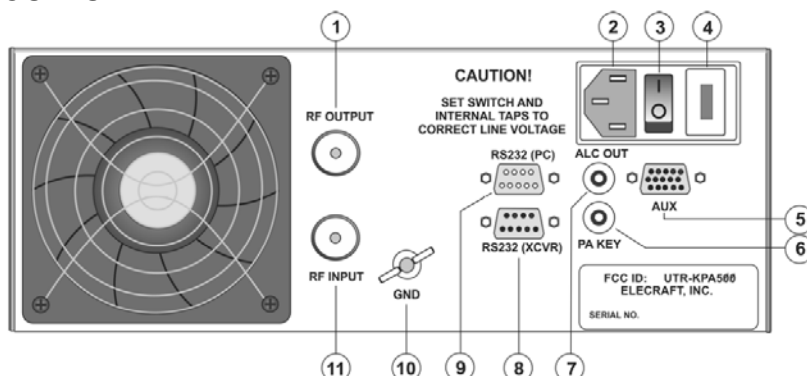

Рисунок 1. Задняя панель KPA 500
**ВАЖНОЕ ЗАМЕЧАНИЕ:** Перед подключением или отключением кабелей следует всегда выключать усилитель мощности выключателем {3} на задней панели (рис. 1).
6. **Опция:** Разъем RS232 (PC) {9} подключает KPA500 к персональному компьютеру по стандартному 9-проводному последовательному кабелю. Требуется для обновления программного обеспечения KPA500.
1. Убедиться в том, что к разъему RF OUTPUT на задней панели (рис. 1, {1}) подключена нагрузка с волновым сопротивлением 50Ω. Для первичных проверок настоятельно рекомендуется использовать эквивалент нагрузки.
2. Подать питающее напряжение, установив 2-позиционный выключатель на задней панели (рис. 1, {3}) в положение «Вкл» (I).